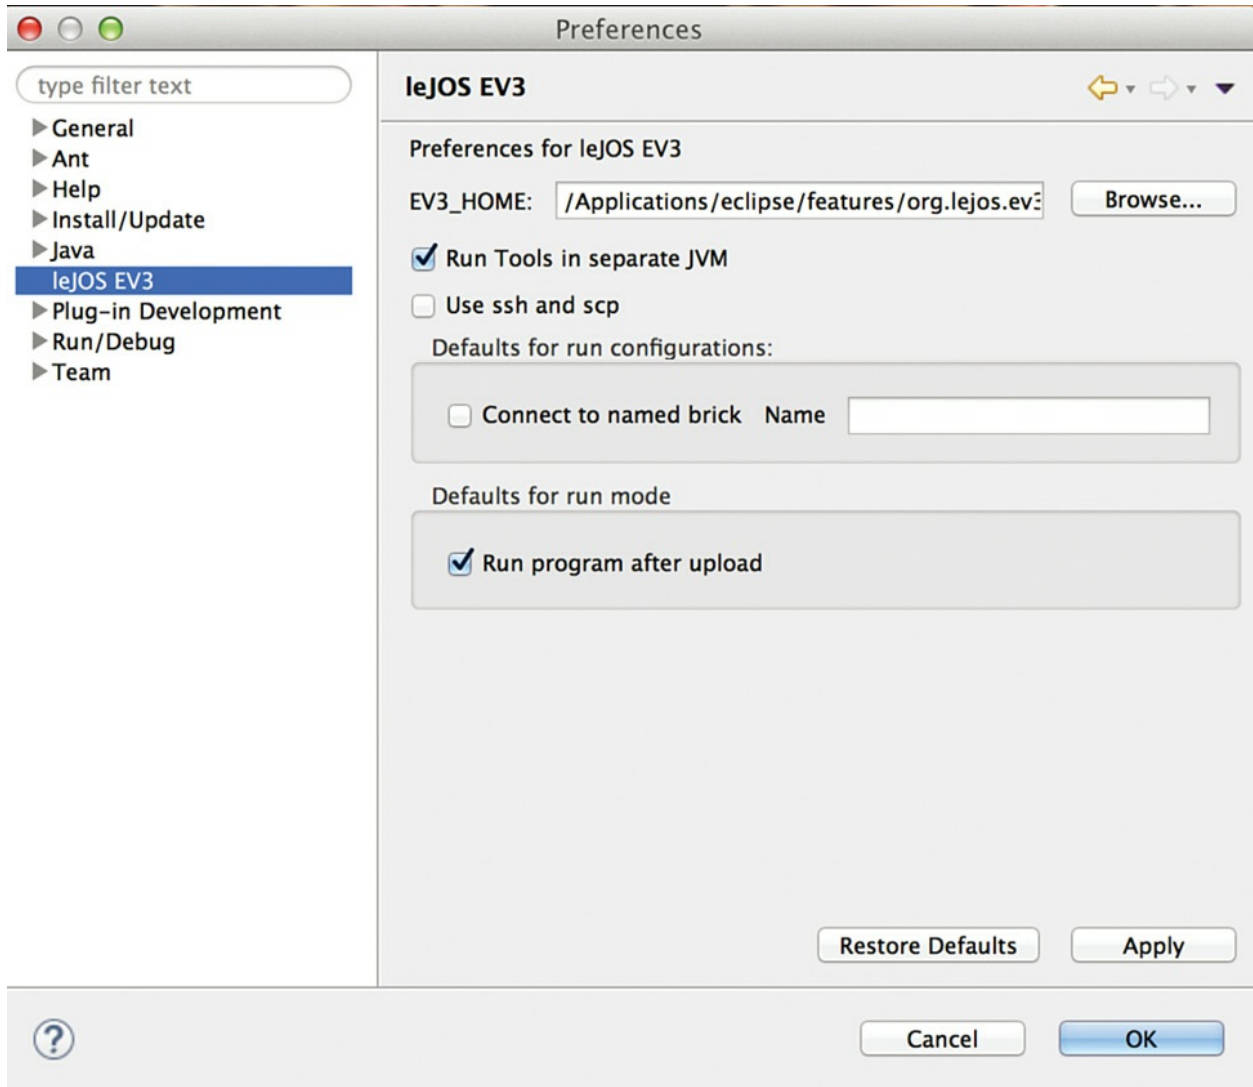

图12.3 路径显示方式可能和Windows系统的不同，但概念是一样的
12. 使用浏览功能找到插件安装的位置并自动填好EV3\_HOME，如图12.3所示，单击“OK”按钮。